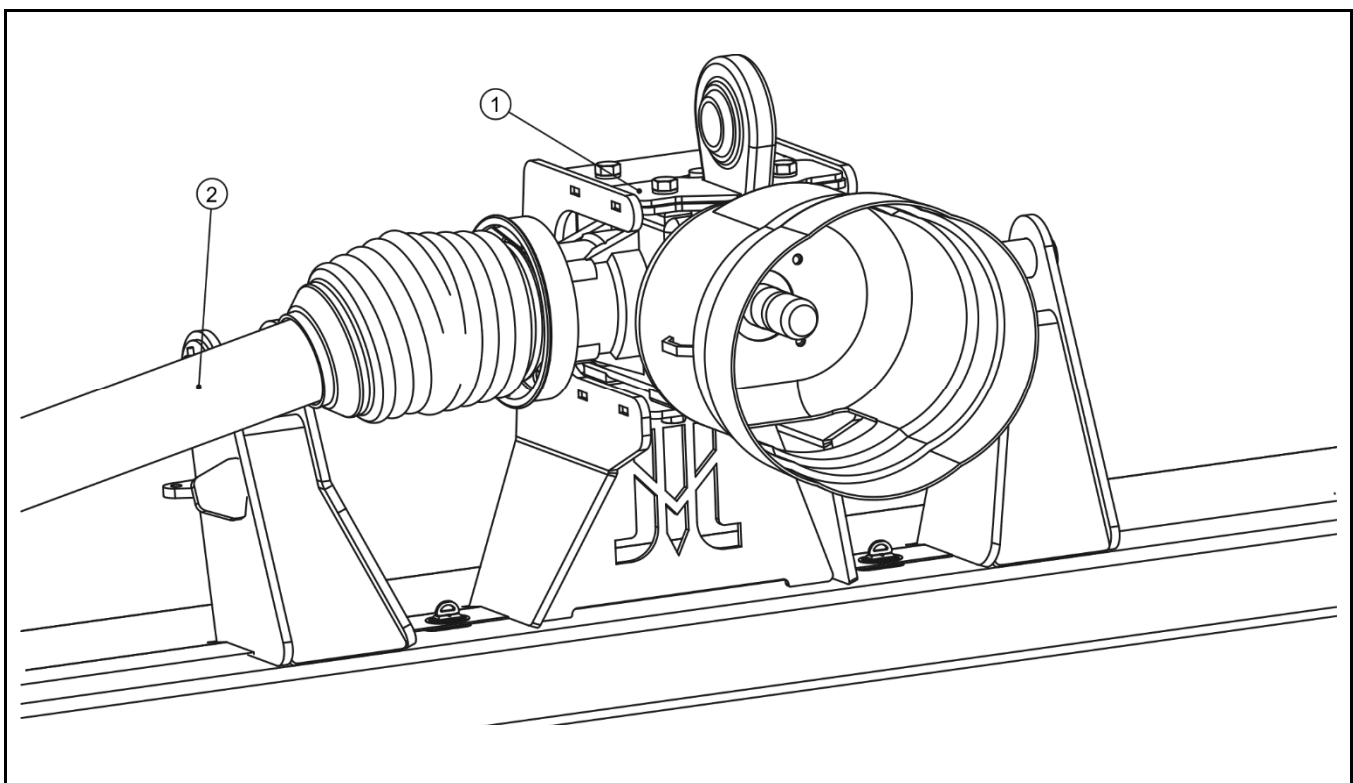

РИСУНОК 4.1 Положение угловой передачи
подсоединение к тракторам, в которых направление оборотов соответствует часовой стрелке, если смотреть на трактор спереди. Если появится необходимость в подсоединении машины к трактору с противоположным направлением вращения ВОМ, нужно демонтировать и повернуть на 180° угловую передачу (1) (РИСУНОК 4.1), которая находится в центральной части косилки.